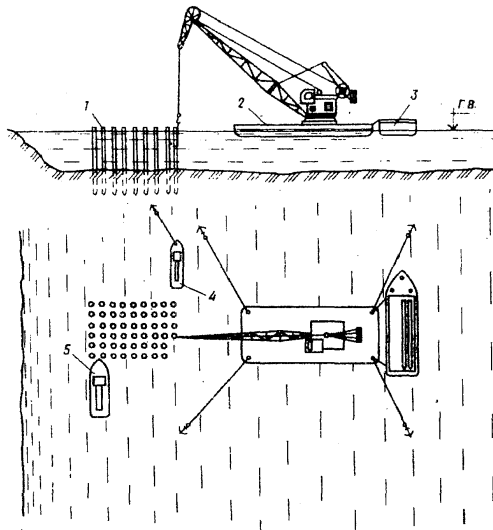

Рис. 18. Выдергивание деревянных свай плавучим краном
1.66.105. Нормами таблицы Н-66-04-016 предусмотрено выдергивание плавучим краном одиночных круглых деревянных свай с глубиной забивки до 3 м (рис. 18). Грузоподъемность крана устанавливается в каждом случае в зависимости от массы свай и характера грунта.